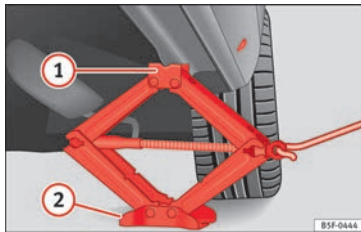

Abb. 84 Wagenheber anbringen
• Drehen Sie die Kurbel des unter dem Aufnahmepunkt des Längsträgers befindlichen Wagenhebers*, bis sich die Nase **①** »» **Abb. 84** unter der vorgesehenen Einföhrung befindet.
• Richten Sie den Wagenheber* so aus, dass sein Aufnahmehorn **①** in die dafür vorgesehene Aufnahme am Unterholm „greift“ und die bewegliche Grundplatte **②** plan auf dem Boden aufliegt. Die Grundplatte **②** muss sich dabei senkrecht unter dem Aufnahmepunkt **①** befinden.